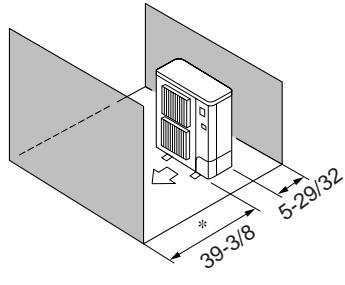

Fig. 2-6
⑤ Obstacles uniquement à l'avant et à l'arrière (Fig. 2-6)